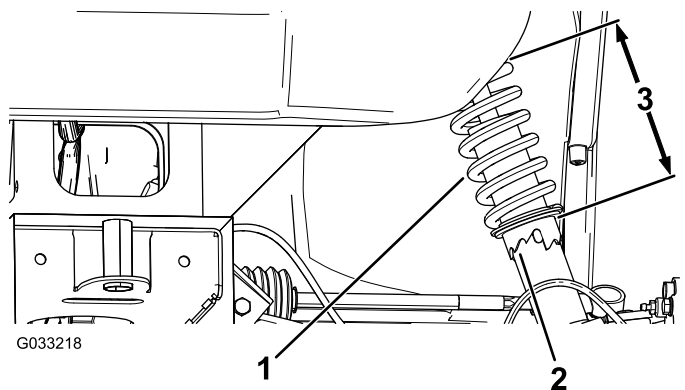

Figura 48
2. Se la campanatura della ruota non è regolata correttamente, usate la chiave fissa per ruotare il collare dell'ammortizzatore per allineare la ruota (Figura 48).